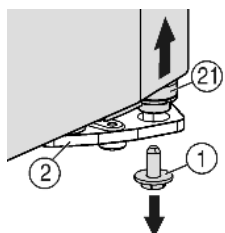
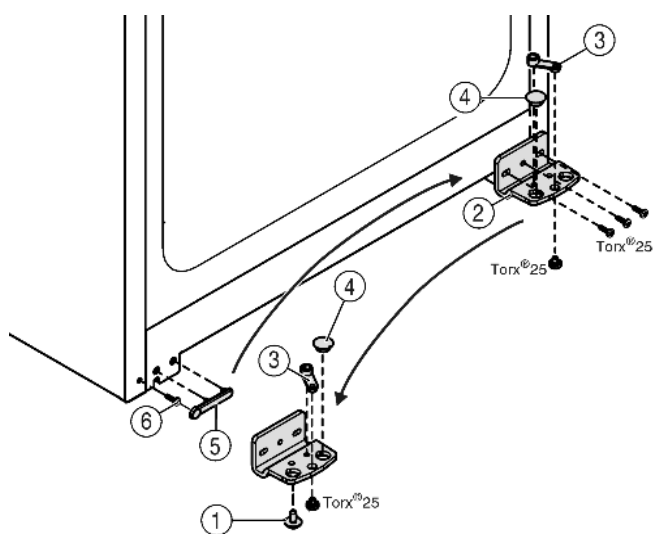

Fig. 4
Fig. 5
- ▶ Внизу справа на опорном кронштейне выкрутите фиксирующий винт Fig. 4 (1).
- ▶ Опорный палец Fig. 4 (21) можно извлечь из опорного кронштейна Fig. 5 (2).
- ▶ Если установочный винт Fig. 4 (21) не откручивается, его можно вынуть, нажав на него снизу.
- ▶ Открутите опорный кронштейн Fig. 5 (2).
- ▶ Открутите опорную деталь Fig. 5 (3) и, переставив в отверстие на противоположной стороне опорного кронштейна, снова прикрутите.
- ▶ Извлеките заглушку Fig. 5 (4) из опорного кронштейна и переставьте ее в отверстие на противоположной стороне опорного кронштейна.
- ▶ Осторожно снимите крышку со стороны ручки Fig. 5 (5).
- ▶ Выкрутите болт Fig. 5 (6) и вкрутите на противоположной стороне.
- ▶ Снова установите крышку Fig. 5 (5).
- ▶ Снова прикрутите опорный кронштейн Fig. 5 (2) на новой стороне шарнира (с моментом 4 Нм). При необходимости используйте аккумуляторный шурупверт.
- ▶ Вкрутите фиксирующий винт *Fig. 4 (1)* внизу в опорный палец и затяните (с моментом 4 Нм).